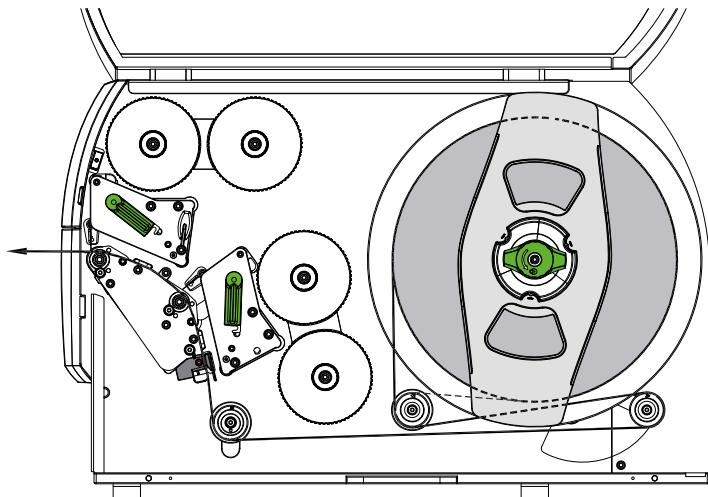

Bild 12 Etikettenlauf
2. Etikettenstreifen von der Rolle abwickeln und gemäß Bild 12 durch beide Druckeinheiten bis zur oberen Druckwalze (2) führen. Die gestrichelte Linie gilt für innengewickelte Etiketten.